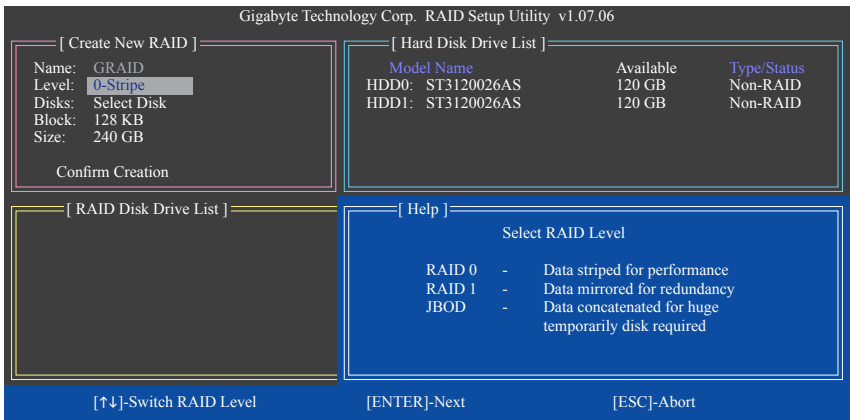

图5
在“Create New RAID”区域依序设定制作磁盘阵列所需的信息。(图5)
2. 选择要制作的磁盘阵列模式(Level)：使用<↑>或<↓>键选择要制作的磁盘阵列模式，选项有RAID 0 (Stripe)、RAID 1 (Mirror)及JBOD (图5)。完成后按<Enter>键移至下一步骤。